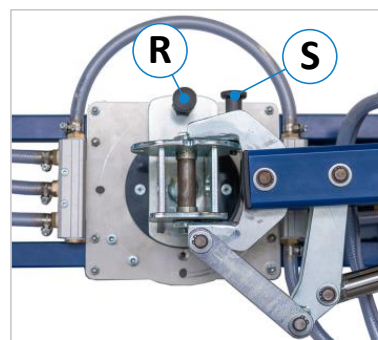

Abbildung 13: Rastbolzen
Um die Spannplattform zu drehen oder schwenken, aktivieren Sie zunächst die beiden Radbremsen. Zur Einstellung muss der entsprechende Rastbolzen (R) oder (S) durch Herausziehen entriegelt werden (⇒ Abbildung 13).